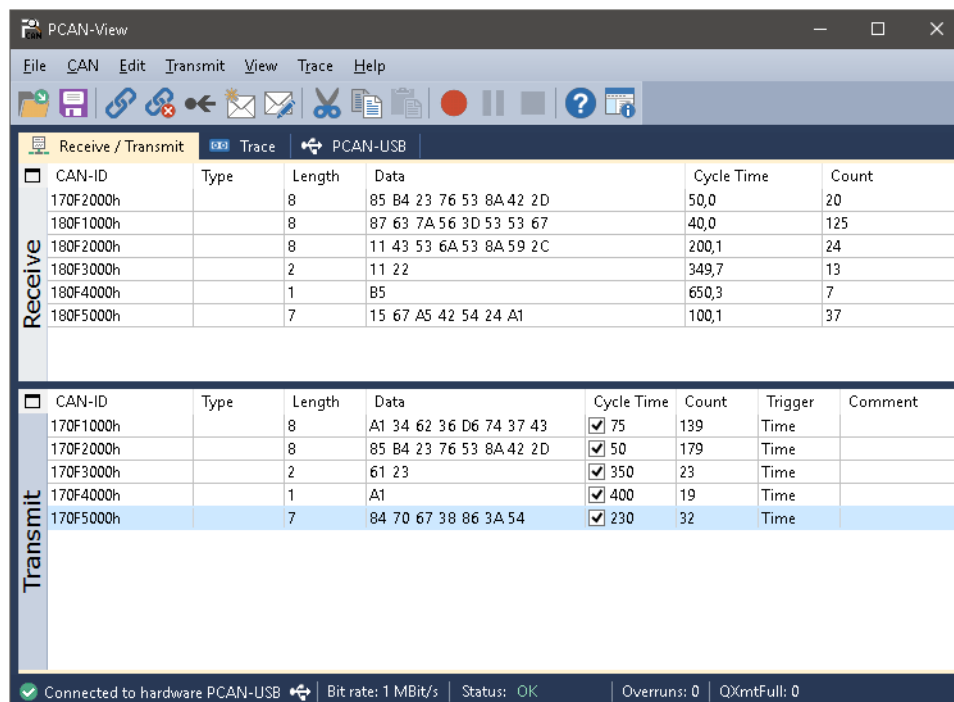

図 11 : Receive/Transmit tab
6. **OK** をクリックしてダイアログボックスの設定を確認します。PCAN-View のメインウィンドウが表示されます（図 11 を参照）。